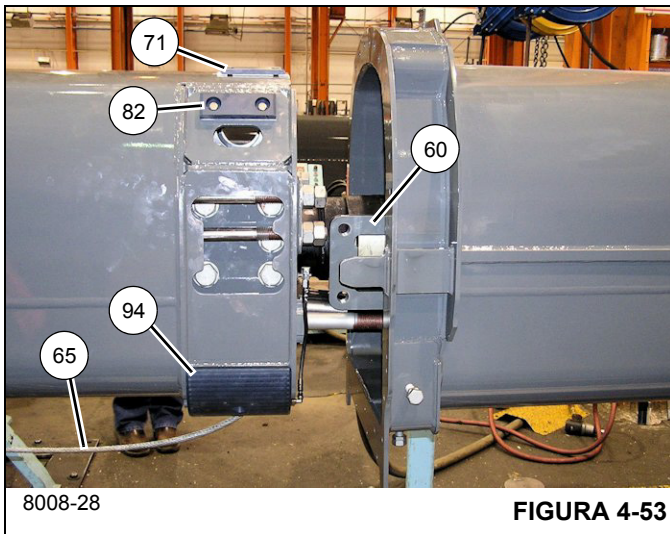

FIGURA 4-53
86. Monte o conjunto da placa de desgaste (82) em cada lado da parte traseira inferior do telescópio 2 (3) usando os dois parafusos (83) (consulte a Figura 4-53).
87. Monte o conjunto da placa de desgaste (71) em cada lado da parte traseira inferior do telescópio 2 (3) usando os dois parafusos (83) e as arruelas de pressão (72) (consulte a Figura 4-53).
88. Puxe os quatro cabos de retração do telescópio 3 (65) em direção à dianteira das seções da lança na preparação para as próximas etapas; assegure-se de que os cabos não estejam cruzados (consulte a Figura 4-53).
89. Instale a placa do munhão (60) no olhal quadrado traseiro do cilindro telescópico (6) (lados esquerdo e direito) (consulte a Figura 4-53).
90. Coloque o telescópio 1 (2) de cabeça para baixo e atrás do telescópio 2 (3); coloque o telescópio 1 (2) sobre apoios adequados.
91. Usando uma pistola de graxa ou um pincel, aplique graxa no interior do telescópio 1 (2) nas áreas onde as placas de desgaste traseiras do telescópio 2 tocarão após a montagem.
92. Fixe a mangueira de graxa (81) e as peças relacionadas (79, 80, 77, 78) a cada placa de desgaste superior traseira (94), a seguir instale a placa de desgaste/conjunto da mangueira de graxa dentro do suporte de fixação em cada lado do telescópio 2 (3) (consulte a Figura 4-53).